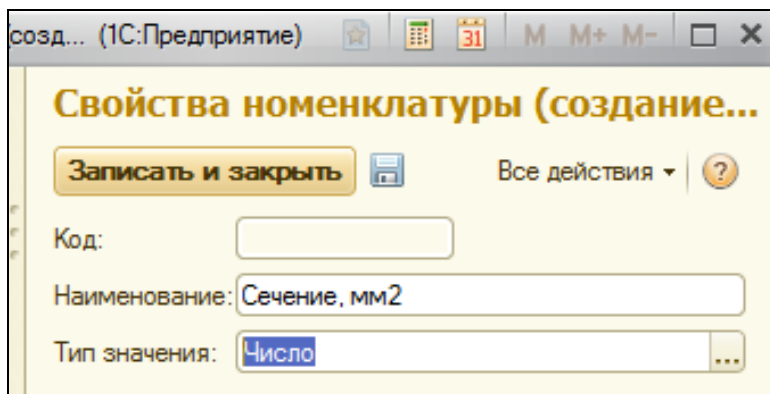

Рисунок 6.27 Создание характеристики в плане видов характеристик
12. Нажать на кнопку **Создать**. В открывшемся окне в поле **Свойства** нажать на кнопку выбора . В следующем окне нажать на кнопку **Создать**. В поле наименование ввести **Сечение, мм2**, в поле **Тип значения** установить число, длина 10, точность 2 (рис.6.27).